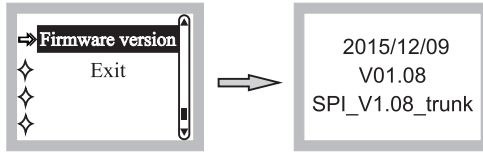

Fig. 23
(7) Firmware Version, Fig. 23.